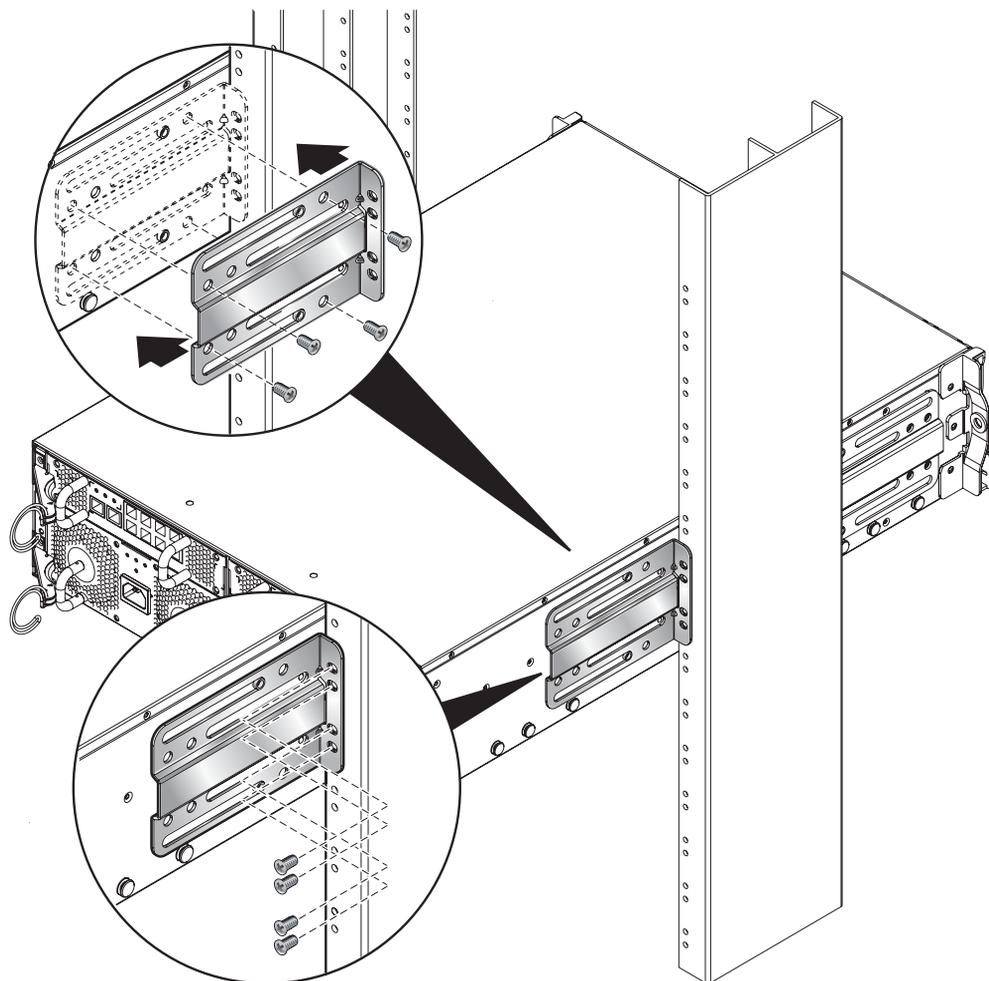

FIGURE 3-12 Fixation des équerres arrière (armoire 19" à deux colonnes)
5. Fixez les équerres arrière au châssis et à l'armoire à deux colonnes (FIGURE 3-12).